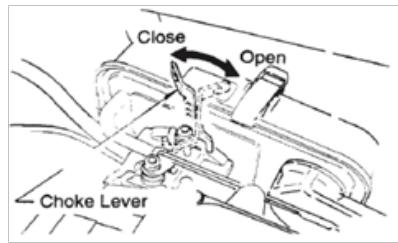

FIG 7
3. Cierre la palanca del estrangulador (Fig. 7) y mueva la palanca del acelerador a la posición de Apertura total. Girando la palanca del estrangulador 90 grados en sentido horario se cierra el estrangulador. En climas fríos, arranque la unidad con el estrangulador completamente cerrado. En climas cálidos o cuando el motor está caliente, la unidad puede ser arrancada con el estrangulador a medio camino o completamente abierta.
5. Si el motor no arranca, mueva la palanca del estrangulador (Fig. 7) a la posición medio abierta para evitar inundaciones.